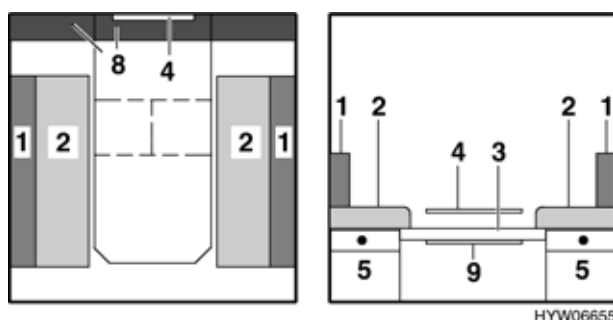

Fig. 50 Durante la trasformazione
- Alzare il piano del tavolo di circa 45° e sollevarlo dalla guida di sostegno (Fig. 50,4).
- Introdurre il piano tavolo nella guida inferiore (Fig. 50,9) con un angolo di 45° e abbassarlo tra i due cassoni del letto (Fig. 50,5).